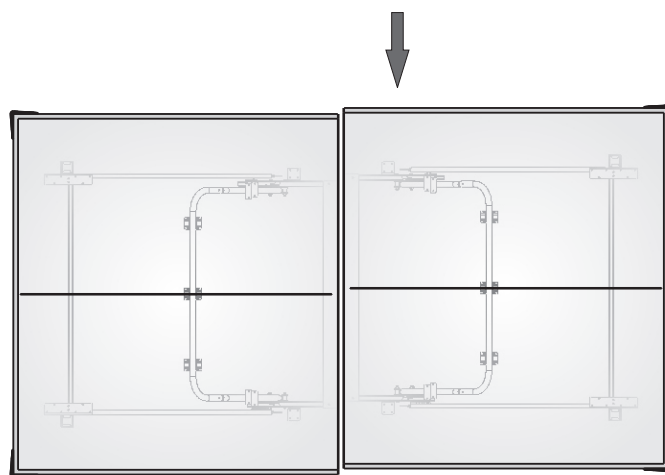

Figura 10
SI LA MESA NO ESTÁ ALINEADA CORRECTAMENTE: (ver Figura 10)
3. Con la ayuda de otros dos adultos, empuje las dos mitades de la mesa hasta que estén alineadas las dos mitades y volver a apretar las tuercas con alas (# 32) como se muestra en la Figura 10.